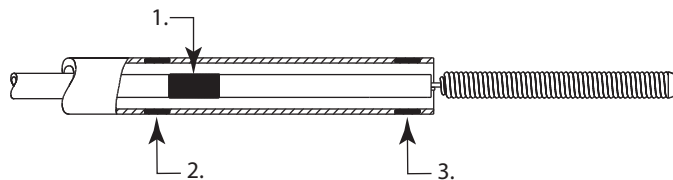

Abbildung 2
- Die AXIUM™ ablösbare Spule wird soweit vorgeschoben, bis die Markierung am Implantat-Pusher leicht distal der proximalen Markierung des Mikrokatheters liegt (siehe Abbildung 2).